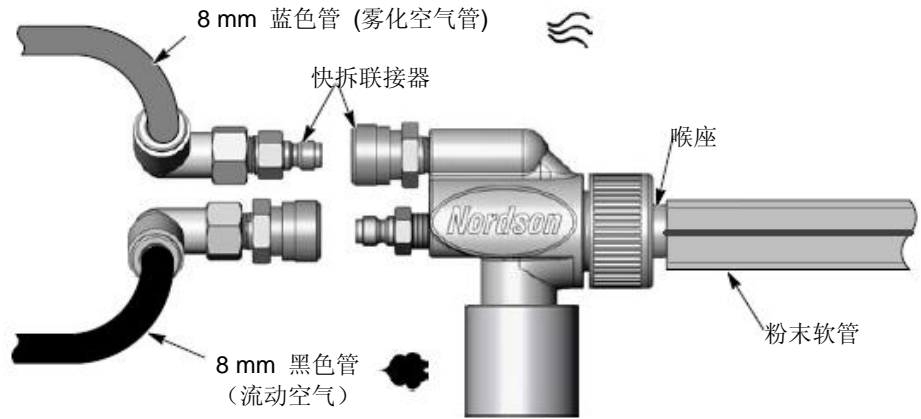

图 2-8 泵安装
1. 如图 2-8 所示，将蓝色雾化空气管和黑色流动空气管插入泵管接头。